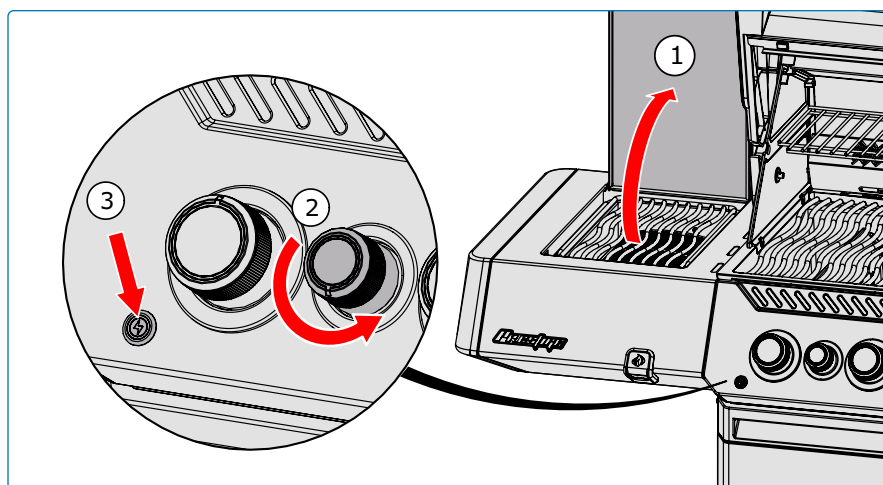

Abb. 7
4. Wenn der Brenner innerhalb von 5 Sekunden nicht zündet – drehen Sie den Regler im Uhrzeigersinn in die Position „OFF“. Warten Sie 5 Minuten. Wiederholen Sie Schritt 2 und 3. **(Abb. 7).**